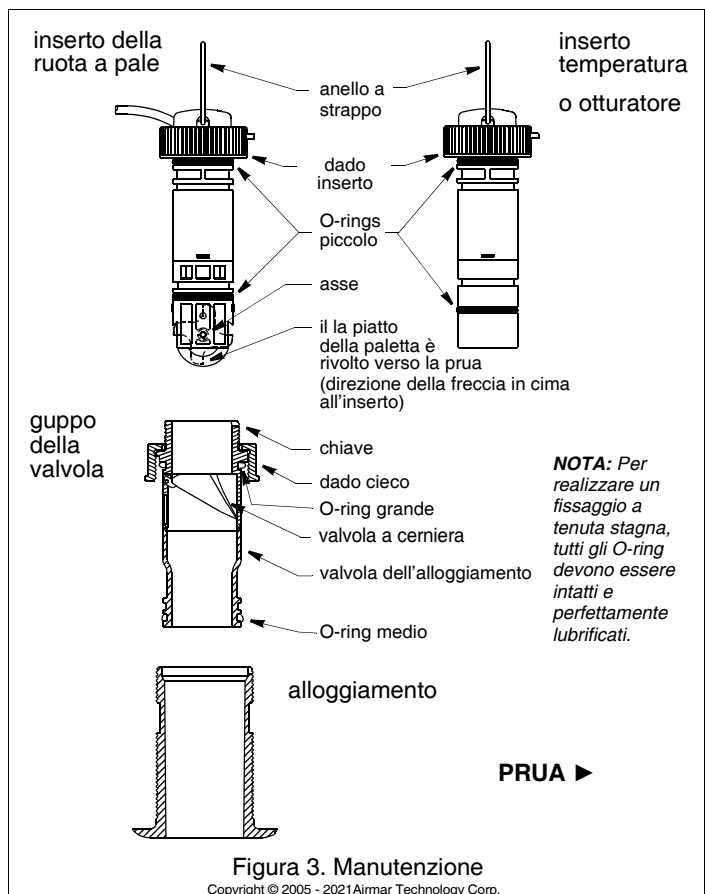

Figura 3. Manutenzione
- Per realizzare un fissaggio a tenuta stagna, tutti gli O-ring devono essere intatti e perfettamente lubrificati. Dopo l'asciugatura del sigillante, ispezionate gli O-ring sull'inserto (sostituendoli se necessario) e lubrificateli con il lubrificante al silicone fornito (Figura 3).
2. Utilizzando una sega a tazza da $\varnothing 51\text{mm}$ o $2''$, ritagliate il foro dall'esterno dello scafo attraversando esclusivamente la pelle esterna (Figura 3).
1. Collocate il dado dell'INSERTO in cima all'otturatore lungo. Collegate l'anello a strappo all'otturatore, catturando il dado dell'inserto (Figura 3).
5. Fate scorrere l'otturatore *lungo* nell'alloggiamento (Figura 3). Collocatelo in posizione spingendo e ruotando fino a quando la chiave si inserisce nella tacca. Avvitate il dado dell'INSERTO in posizione e stringetelo **esclusivamente a mano**. Non stringete in modo eccessivo.
2. Per realizzare un fissaggio a tenuta stagna, tutti gli O-ring devono essere intatti e perfettamente lubrificati. Sull'otturatore, ispezionate gli O-rings (sostituendoli se necessario) e lubrificateli con un lubrificante al silicone o al petrolio (Figura 3).
6. Pulite, riparate o sostituite il gruppo della valvola in modo che la valvola a cerniera si muova liberamente e si posizioni contro l'alloggiamento della valvola (Figura 3).
1. Utilizzando il nuovo asse, spingete fuori il vecchio asse per circa 6mm (1/4"). Rimuovete il vecchio asse utilizzando le pinze (Figura 3).